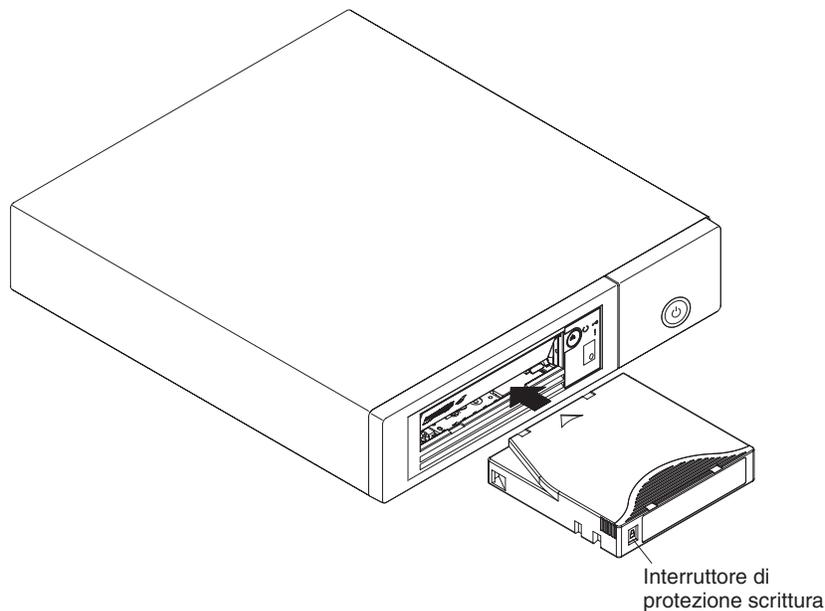

Figure 8. Inserimento di una cartuccia nell'unità
3. Afferrare la cartuccia con l'interruttore rivolto verso di sé (vedere Figure 8 on page 25).